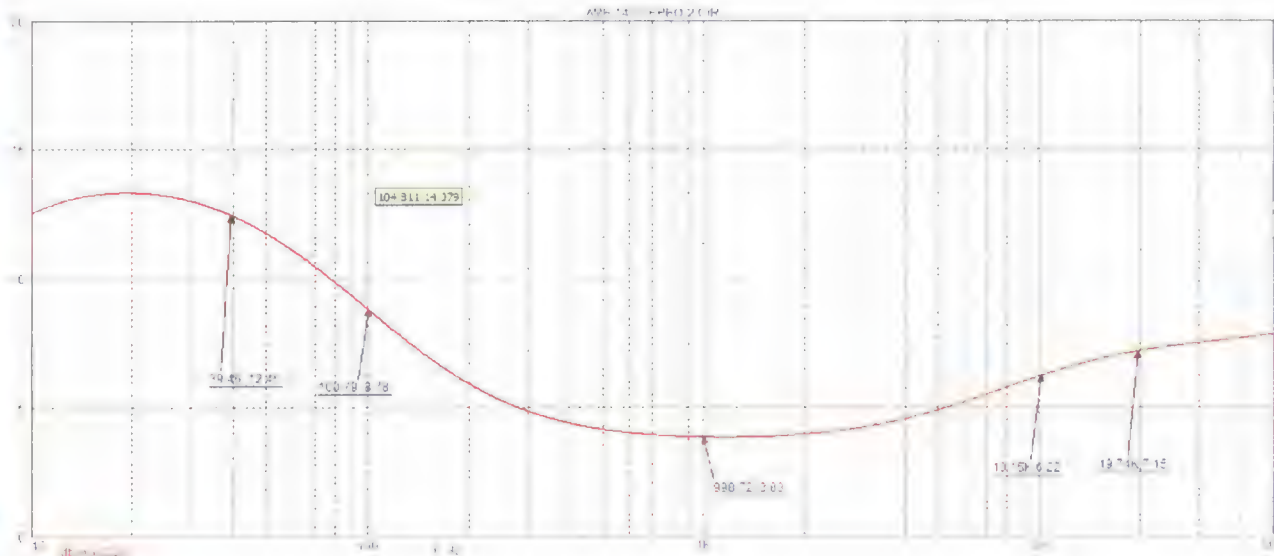

Рис. 5
На рис. 5 показана амплитудно-частотная характеристика модели канала. Коэффициент передачи на частоте 40 Гц — +12 дБ, на частоте 1 кГц — +4 дБ, на частоте 20 кГц — +7 дБ. Рассчитанные в соответствии с формулами (1)—